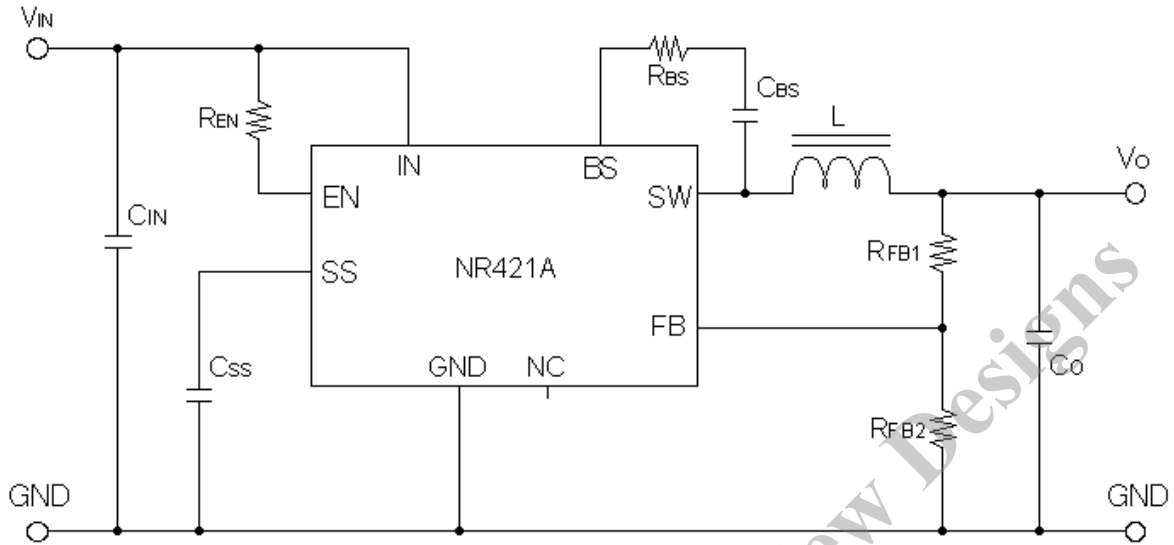

図 3-1 NR263S 標準接続図
(3) 入力電圧範囲の最小値は、4.5V もしくは V_O+3V のどちらか大きい値とする。 $V_{IN} = V_O+1 \sim V_O+3V$ の場合は $I_O = 2A$ (Max.) となります。
(4) 標準回路は図 3-1 になります。
標準的な接続は図 3-1 のとおりです。